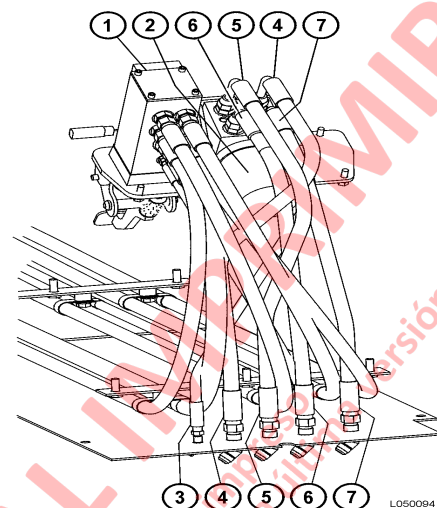

FIGURA 5-2. UNIDAD DE COTROL DE DIRECCIÓN
3. Etiquete todas las líneas hidráulicas, para la correcta identificación durante la instalación. Desconecte las líneas hidráulicas (ver Figura 5-2) en la unidad de control de dirección y tápelas.
4. Apriete todos los pernos al torque estándar. Desconecte y conecte las líneas hidráulicas a sus puertos correspondientes en la unidad de control de dirección. Consulte Figura 5-2.